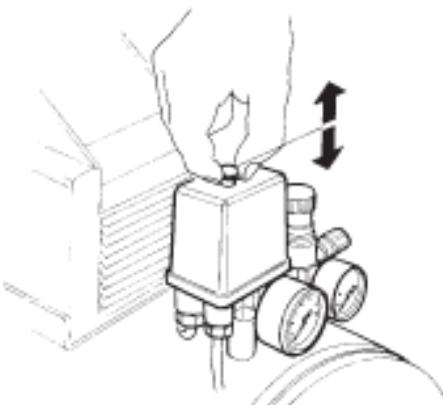

fig. 5
■ controlar que el botón situado debajo del presostato (**fig. 5**) se encuentra en posición de apagado “**OFF-0**”.
Después de realizar los controles recién ilustrados, conectar el enchufe a la toma de corriente y poner en marcha el compresor, operando con el botón del presostato para ubicarlo en la posición “**ON-1**” (**fig. 5**).
Para apagar el compresor, empujar hacia abajo el botón hasta alcanzar la posición “**OFF-0**” (**fig. 5**).
El funcionamiento del compresor se regula a través de la acción directa del presostato (**fig. 5**), que desconecta el motor de la alimentación de red, tan pronto la presión alcance el valor fijado por el mismo presostato (**15 bar**), y que vuelve a efectuar la conexión cuando la presión se acerca al valor de **2 bar**, inferior al valor de presión máxima permitida.